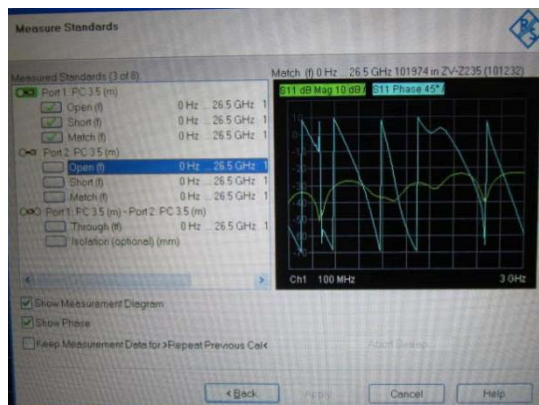

图 3-23 第 1 端口测试电缆连接 ZV-Z235 匹配负载校准件与校准后提示框界面
- 5) 矢网第 1 端口测试电缆连接 ZV-Z235 匹配负载校准件（因为自制匹配负载校准件目前只能工作到 3GHz，可以性能不太好，所以推荐使用 ZV-Z235 匹配负载校准件），连接完毕后，点击图 3-22 中的 Match 确定框，耐心等待 Match 确定框出现✔，如图 3-23 所示，表示第 1 端口匹配负载校准顺利完成，这时可以取下 ZV-Z235 匹配负载校准件。